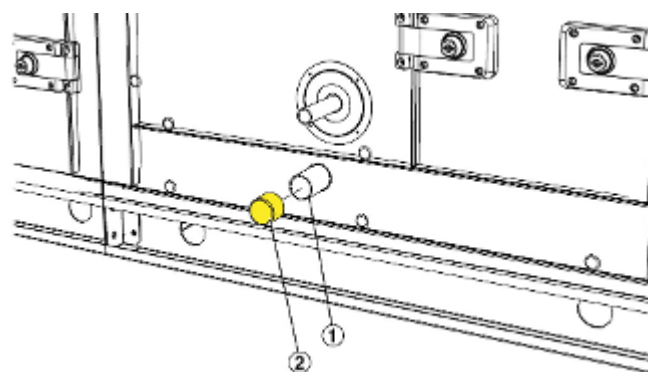

Fig. 27 : Drainage de condensat
2. ► Retirer l'embout de protection (Fig. 27 /2) du drainage (Fig. 27 /1) du bac à condensat.
4. ▶ Raccorder un siphon à chaque bac à condensats (Fig. 27 /1).